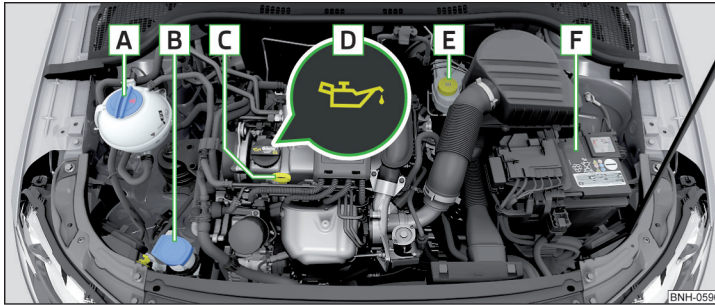

Abb. 146 Anordnungsbeispiel im Motorraum
- › Den Deckel der Motoröleinfüllöffnung **D** abschrauben » Abb. 146 auf Seite 131.